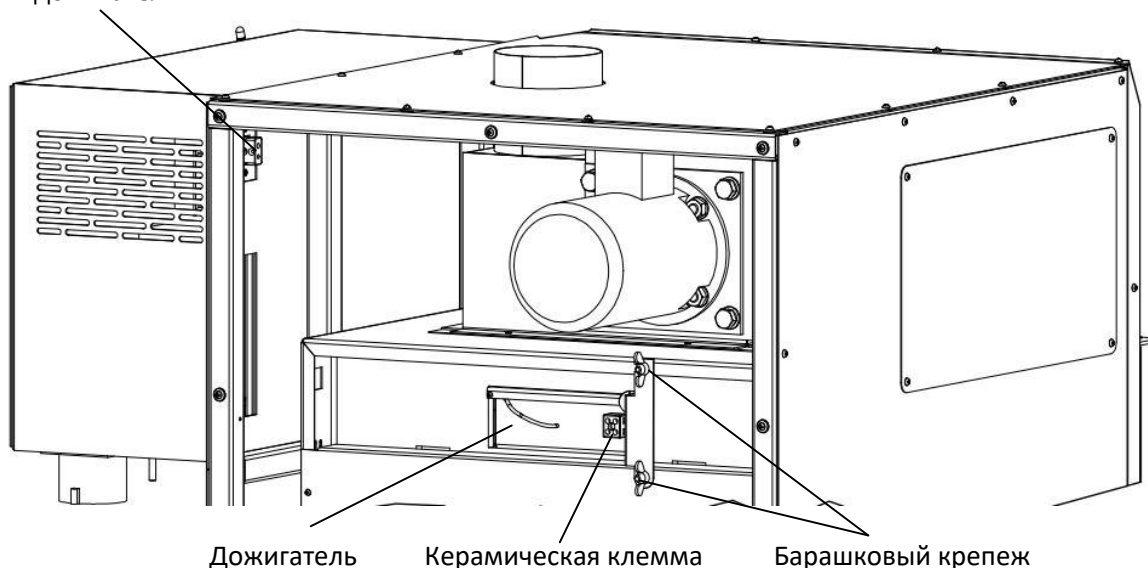

Рисунок 56 – Замена дожигателя
5.12.4 Отсоединить датчик температуры дожигателя от разъема (см. рисунок 56).